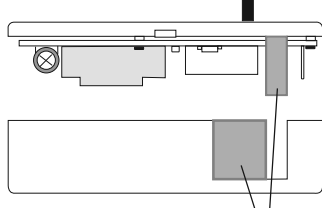

Fig. 5.i
Enlever de la base les parties prévues pour l'acheminement des fils de connexion illustrées dans la fig. 5.i.
- Fixer la base à la paroi (ou boîtier à encastrer), avec 2 vis en utilisant les couples de trous **(A-A, B-B, C-C)** préconfigurés (fig. 5.i).